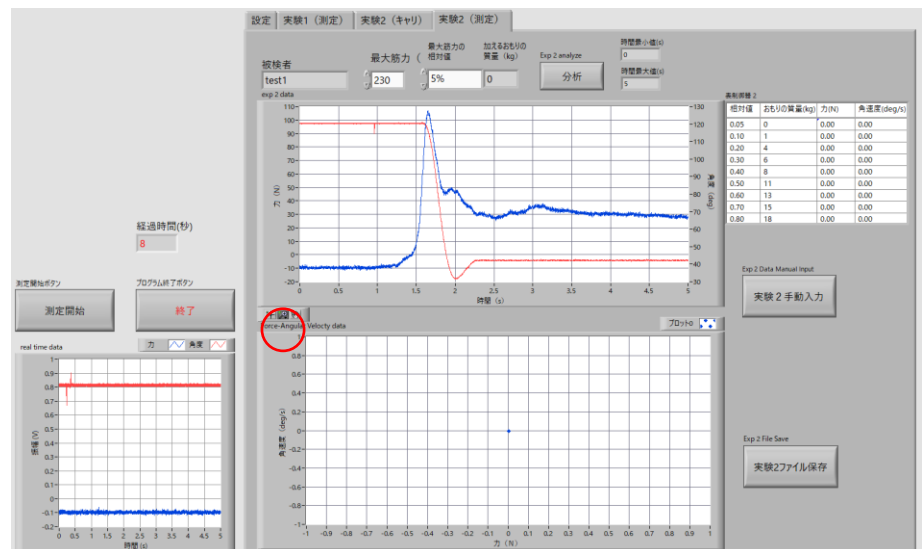

図3 実験2の測定画面
- 左端の「測定開始」ボタン（図3）をクリックすると、それ以降5秒間のデータが記録されるので、検者は「3，2，1，はい」という合図の「1」のところで「測定」ボタンをクリックする。被検者は「はい」と言われたら、全力で120度から80度まで肘を屈曲させ、しばらくその角度を維持する。
- 上段に横軸を時間、縦軸を力（左側）と角度（右側）とするグラフ（図3）が描かれるので、確認する。
- このグラフの左下の「横軸（時間軸）の範囲選択ボタン」（図3赤丸）を使って、力ができるだけ一定でかつ角速度も一定になっている横軸範囲を選択し、図を拡大する。拡大しすぎて元に戻したくなった場合には、同じく左下の「全範囲選択ボタン」を使って、元に戻す。